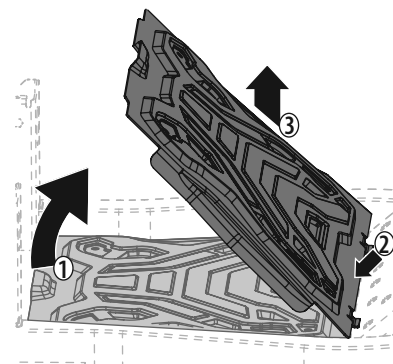

Figura 36
1. Levante con cuidado la parte trasera del panel del piso. Consulte 1 en la Figura 36.
2. Para liberar el frente del panel del piso, deslícelo hacia atrás. Consulte 2 en la Figura 36.
3. Levántelo para separarlo del tractor. Consulte 3 en la Figura 36.